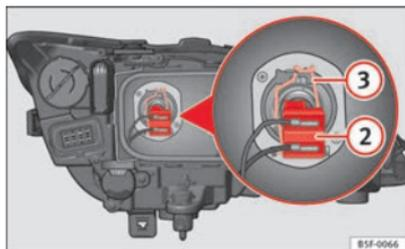

Abb. 181 Abblendlicht
- Ziehen Sie den Stecker \Rightarrow Abb. 181 ② von der Lampe ab.
- Nehmen Sie die Haltefeder \Rightarrow Abb. 181 ③ durch Eindrücken und Rechtsdrehung ab.